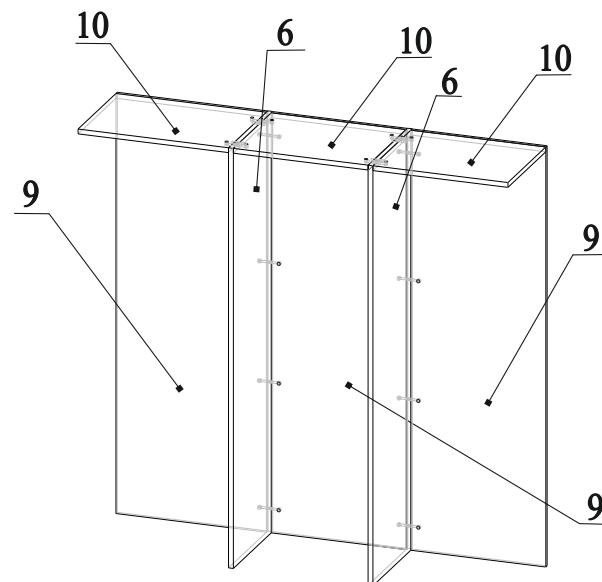

Рис.11
22. Соединить детали 6, 9 и 10, затянуть эксцентрики по часовой стрелке до упора (рис.11);